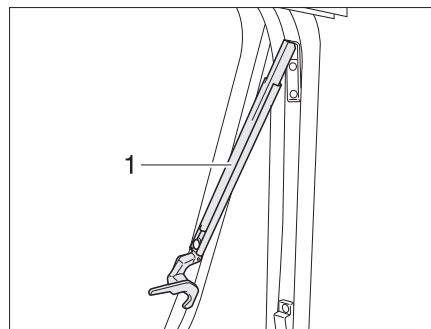

Fig. 39 Ventana abatible con soportes automáticos, abierta
- Abrir la ventana abatible hasta la posición de enclavamiento deseada. El soporte automático (Fig. 39,1) engatilla automáticamente.